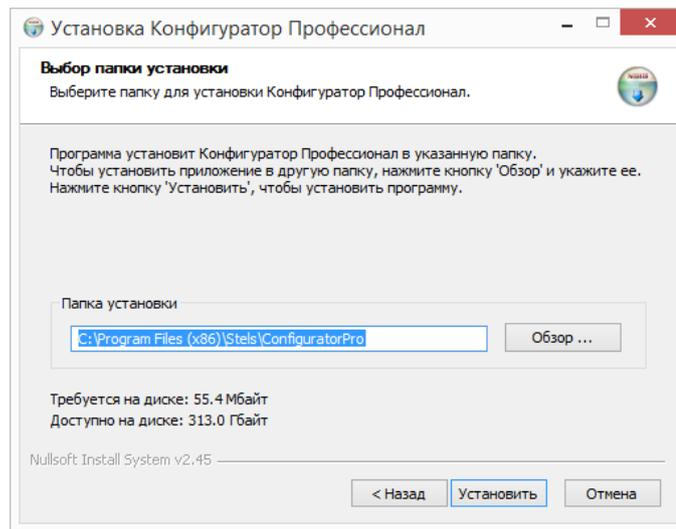

Рисунок 2.2 — Выбор папки установки
6. В следующем окне укажите папку установки и нажмите кнопку  (см. рисунок 2.2).